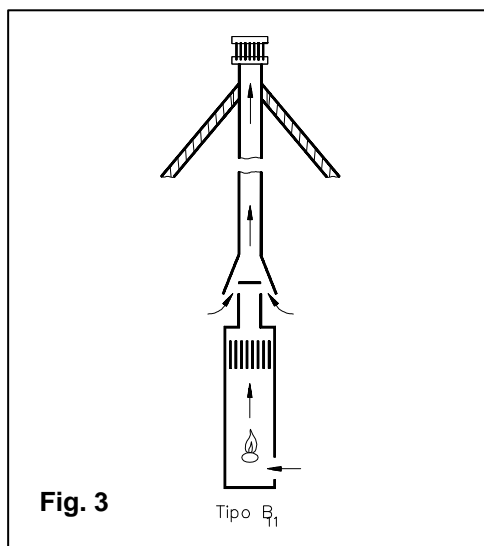

Fig. 3
Per questo tipo di caldaia sono disponibili le seguenti configurazioni di scarico dei fumi: B11BS (vedi Fig. 3).
- aprire il rubinetto di carico **R** (fig. 2), e controllare attraverso il manometro **M** (fig. 2) che la pressione dell'impianto raggiunga la metà della zona verde corrispondente a 1.2 bar (fig. 3).